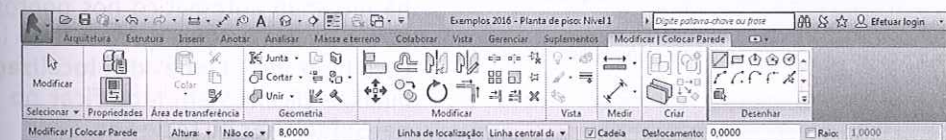

Figura 5.3 – Aba Modificar | Colocar Parede.
2. Depois de selecionar o comando **Parede: Arquitetônica**, a **Ribbon** muda para a aba **Modificar | Colocar Parede** (Figura 5.3), na qual estão todos os parâmetros necessários para inserir as paredes.